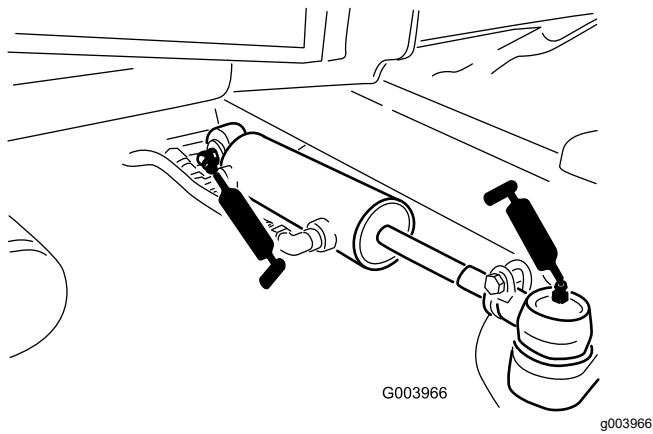

Figura 71
- Articulaciones esféricas del cilindro de dirección (2) (Figura 71)